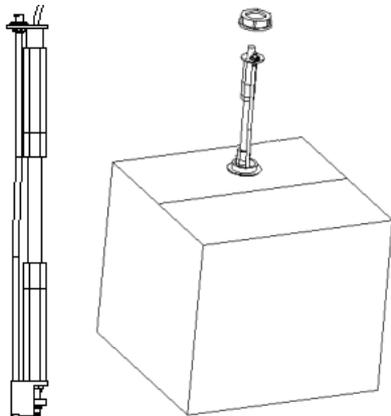

Рис. 0-4 Установка датчика уровня дилюента
4. Установите датчик уровня дилюента емкость с дилюентом, как показано на Рис. 0-4. При установке держите датчик уровня строго вертикально и затяните крышку с датчиком.